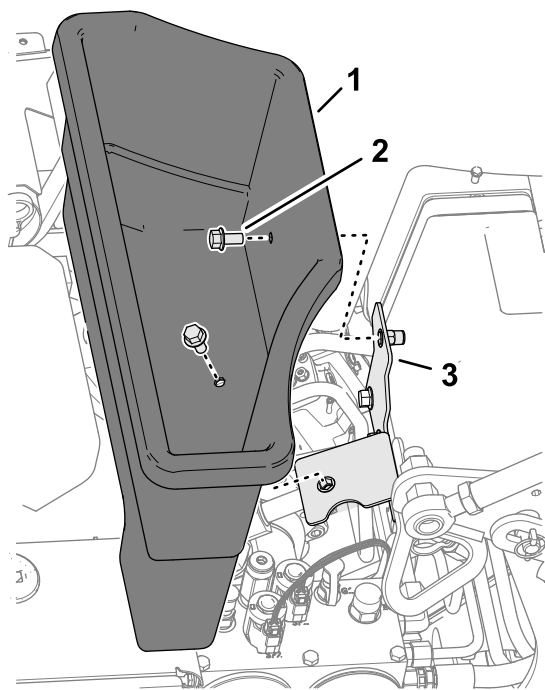

**Figura 115**
3. Rimuovete i 2 bulloni a testa flangiata che fissano il cestello di raccolta alla staffa del cestello (Figura 115).